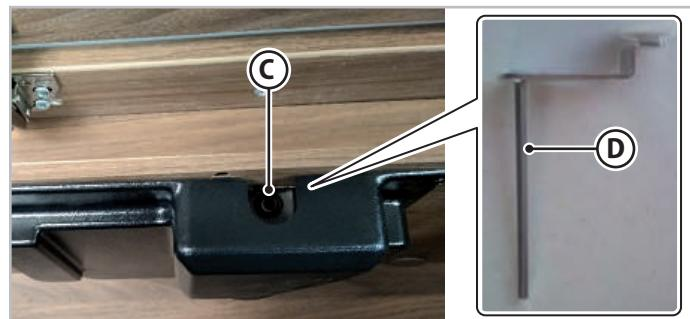

Fig.6.20 - Déblocage électrique du lit type A
2. Sur l'avant du moteur, insérer la clé (D - Fig.6.20) à l'intérieur de la vis (C - Fig.6.20) pour un mouvement manuel.